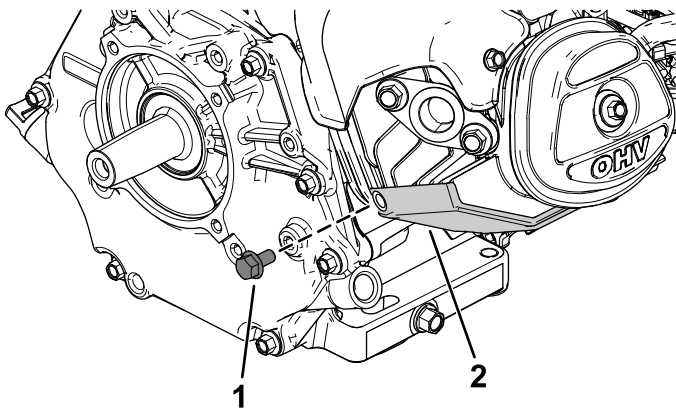

Figura 6
2. Retire el perno de la superficie de montaje del motor (Figura 6).